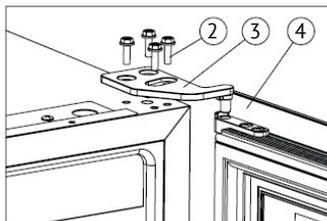

Рисунок 1
➔ Выкрутите винты М5*16 (2), снимите правую верхнюю петлю (3) затем снимите дверь (Рисунок 1).